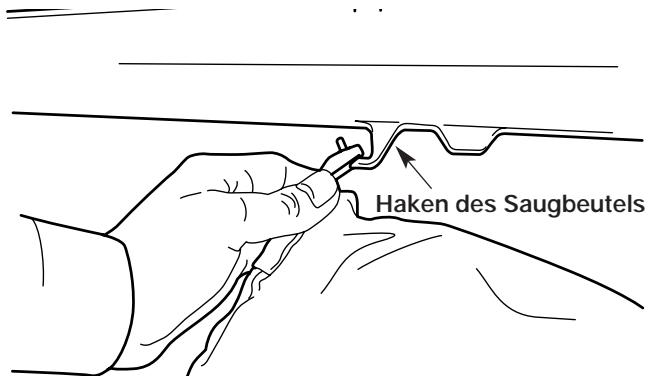

Abb. 3
1. Den Saugbeutel am Haken auf dem Bläser-/Absaugerohr befestigen (Abb. 3).